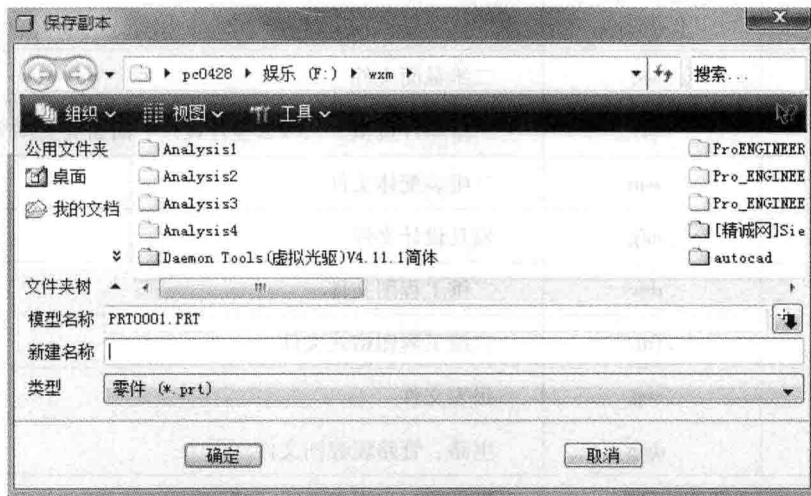

图 1.9 “保存副本”对话框
①选择“文件”→“保存副本”命令，弹出“保存副本”对话框，如图 1.9 所示。